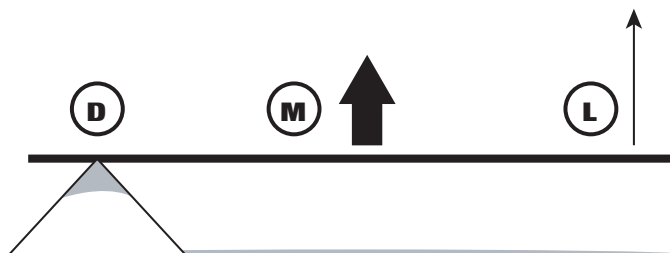

Fig. 8
- (b) Macht en last werken in dezelfde richting (Fig. 8). Voorbeeld: als je een honkbalknuppel, tennisracket of golfstick voorwaarts beweegt om de bal te slaan gaat de bal dezelfde kant op.